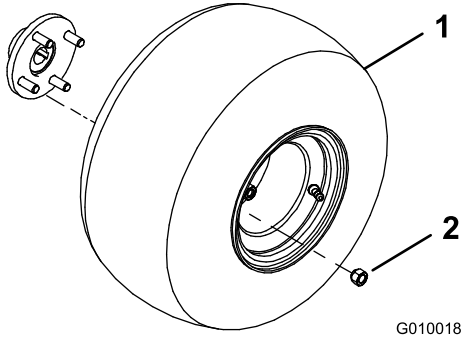

图3
2. 将车轮总成安装到各个后轮轮毂 图3。
3. 安装车轮螺母 图3 并上紧扭矩至 6175N·m。